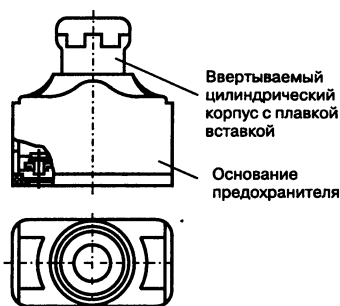

Рис. 5.13. Предохранитель серии ПРС
**Резьбовые предохранители ПРС** (фарфоровые, пробочные) изготавливают на напряжение до 440 В и силу тока 6, 25, 63 и 100 А. В предохранители могут быть установлены элементы на 1, 2, 4, 6, 10, 16, 20, 25, 40, 63, 80 и 100 А (рис. 5.13).